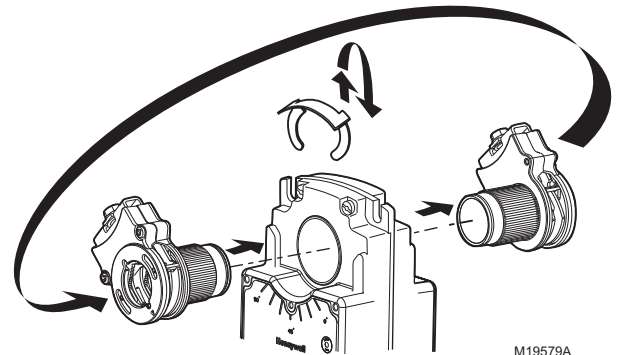

Fig. 30. Montage de l'accouplement de l'arbre sur le côté opposé de l'actionneur.
- (1) les actionneurs MS7505 remplacent le contacteur de sélection de signal; actionneurs MS7103 2-10 V CC seulement (inversion impossible) ou
- (2) Pour changer le sens du ressort de rappel : déposer, inverser et poser l'actionneur de nouveau sur le support.
- d. Déplacer l'accouplement de l'adaptateur du côté opposé à l'actionneur, comme illustré sur la Fig. 30
- (1) Retirer l'attache de fixation de l'accouplement de l'arbre et la mettre de côté pour une utilisation ultérieure.
- (2) Retirer l'accouplement de l'arbre d'un côté de l'actionneur.
- (3) Réinstaller l'accouplement de l'arbre sur le côté opposé de l'actionneur en l'alignant conformément à l'étiquetage de course.
- (4) Replacer l'attache de fixation sur l'accouplement de l'arbre en utilisant la rainure de l'accouplement.